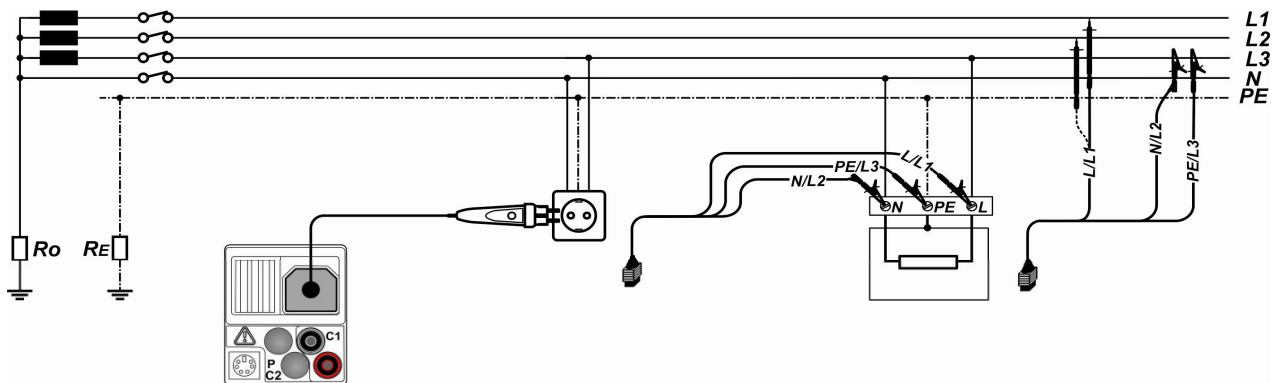

Abbildung 5.28: Anschluss des optionalen Commander-Prüfsteckers (044149) und der 3-Leiter-Prüfleitung
- ☐ Kontaktieren Sie die Prüfleitungen an das Prüfobjekt. (siehe Abbildung 5.28)